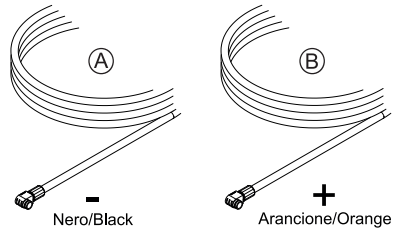

Fig. 5.13
8. Connettere il terminale a connettore rapido nero al connettore **D-** sul BMS (A, Fig. 5.13) di zeroCO2 - BESS 125K.
9. Connettere il terminale a connettore rapido arancione al connettore **D+** sul BMS (B, Fig. 5.13) di zeroCO2 - BESS 125K.